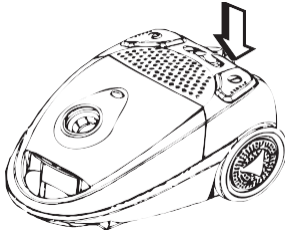

Abbildung 6
6. Stecken Sie den Stecker in die Steckdose und drücken Sie den Ein-/Aus-Schalter. Um das Gerät auszuschalten, drücken Sie den Ein-/Aus-Schalter erneut, siehe Abbildung 6.